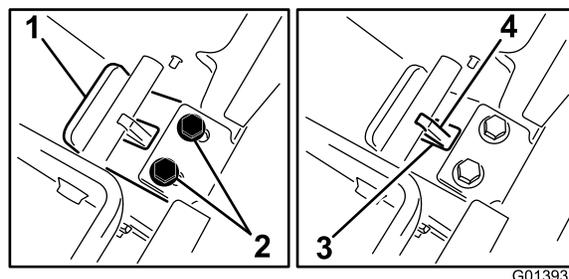

Figura 9
2. Mantendo a pressão na placa posterior, deslize o garfo na sua direcção até que a aba do garfo contacte com a travessa (Figura 9).